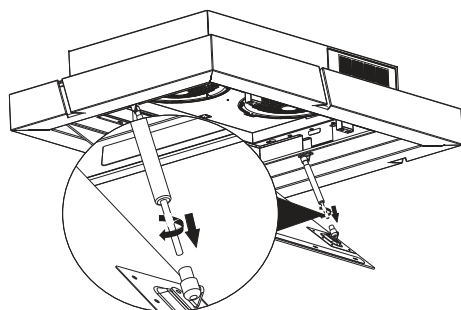

Abb. 14
- 6.** Schließen Sie die Gasdruckdämpfer wieder an, indem Sie die in Pfeilrichtung drehen (Abb. 14).